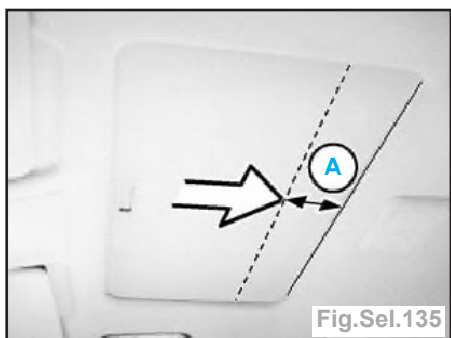

Fig.Sel.135
- La distance (A) entre le panneau et le toit à l'avant et à l'arrière doit être la même.
- Réglage ou aménagement du panneau du toit ouvrant en verre (fig.Sel.135) :